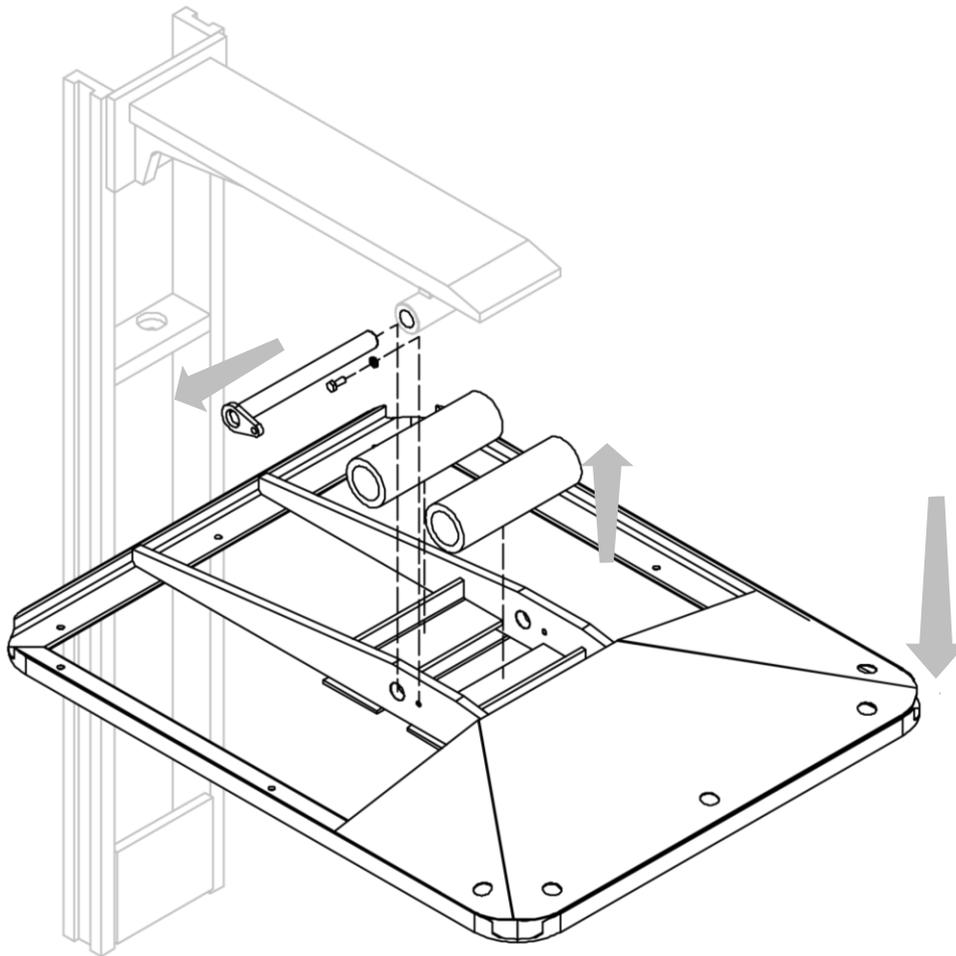

Figura 10
4. Rimuovere la placca di contenimento carico (con relativi tubi in gomma) dalla struttura mobile dopo aver rimosso il relativo perno che la blocca (vedi *Figura 10*).